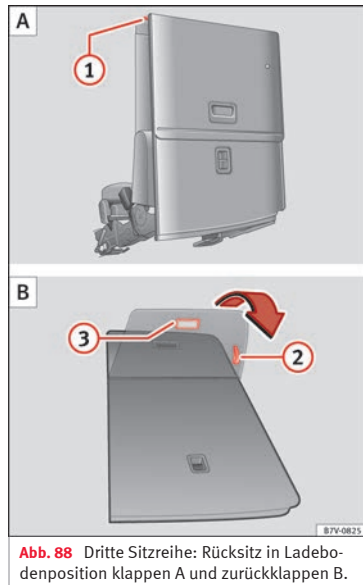

Abb. 88 Dritte Sitzreihe: Rücksitz in Ladebodenposition klappen A und zurückklappen B.
- Gegebenenfalls Hebel »» **Abb. 88** ❷ ziehen, um den Rücksitz in Längsrichtung in die gewünschte Position zu verschieben. »»
- Entfernen Sie Gegenstände aus dem Fußraum vor und hinter dem Rücksitz »» ❶.
- Griff »» Abb. 88 ❶ nach oben ziehen und Rücksitzlehne nach vorn drücken. Der komplette Rücksitz klappt nach vorn »» ⚠ und auch die Sitzfläche schwenkt selbsttätig nach vorn.
- Schlaufe »» Abb. 88 ❷ ziehen, um die Sitzabdeckung zurückzuklappen.
- Griff »» Abb. 88 ❸ ziehen. Der komplette Rücksitz klappt nach hinten.